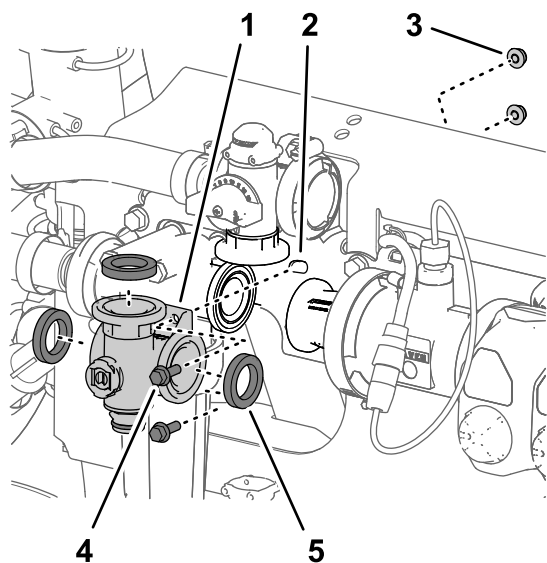
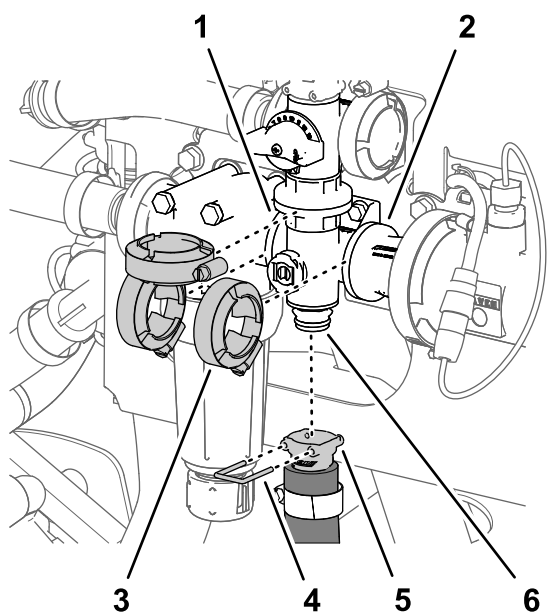

Рисунок 120
Рисунок 121
1. Совместите фланец коллектора клапана перемешивания и 3 прокладки с фланцами перепускного клапана перемешивания, головки фильтра линии нагнетания и переходного соединителя (Рисунок 120 и Рисунок 121).
перемешивания, головке фильтра линии нагнетания и переходному соединителю (Рисунок 121) с помощью 3 фланцевых хомутов, снятых при выполнении действий, описанных в разделе Демонтаж коллекторного клапана перемешивания (страница 91).
5. Затяните 3 фланцевых хомута от руки (Рисунок 121).
6. Установите быстроразъемный соединитель шланга перемешивания на быстроразъемный штуцер коллектора клапана перемешивания при помощи штифта быстроразъемного соединения (Рисунок 121).